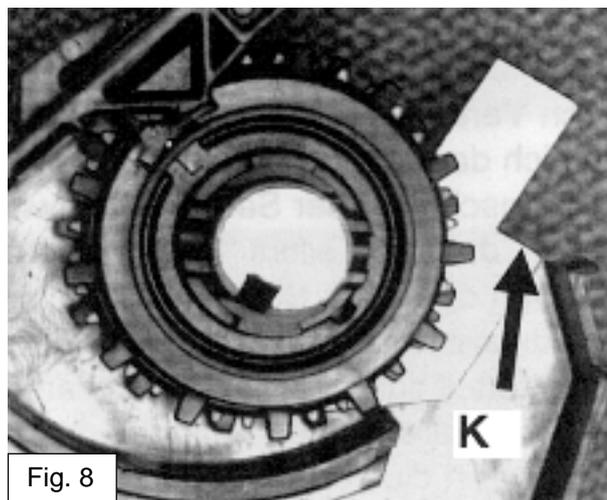

Fig. 8
- Le bord entaillé « K » de l'étalon doit se trouver tout près du bord supérieur de l'auget (fig. 8).